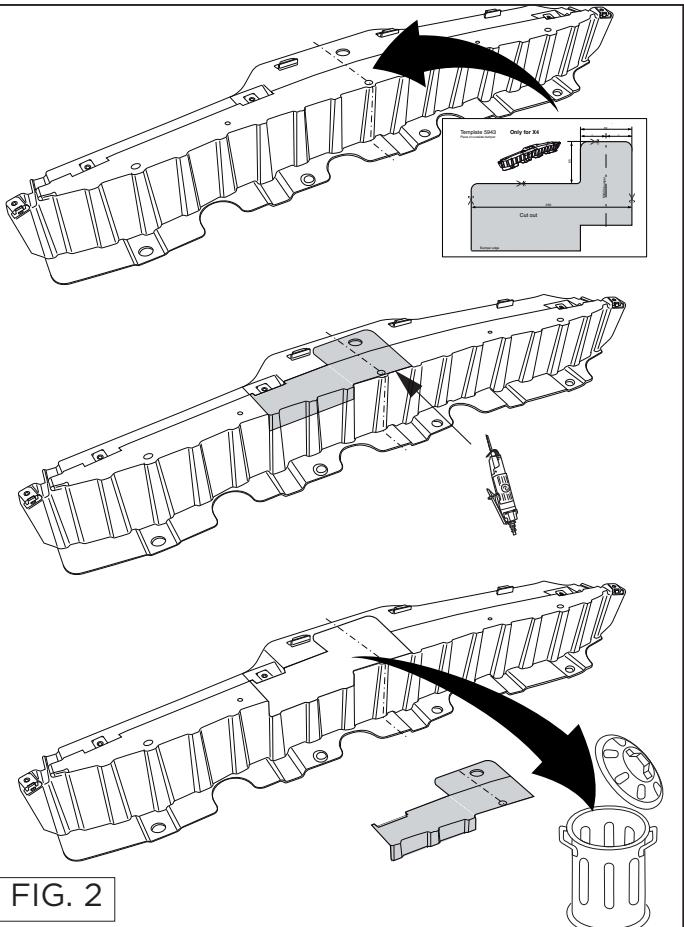

FIG. 2
4. **X4:** Выпилить указанную часть при помощи шаблона. См. рисунок 2.